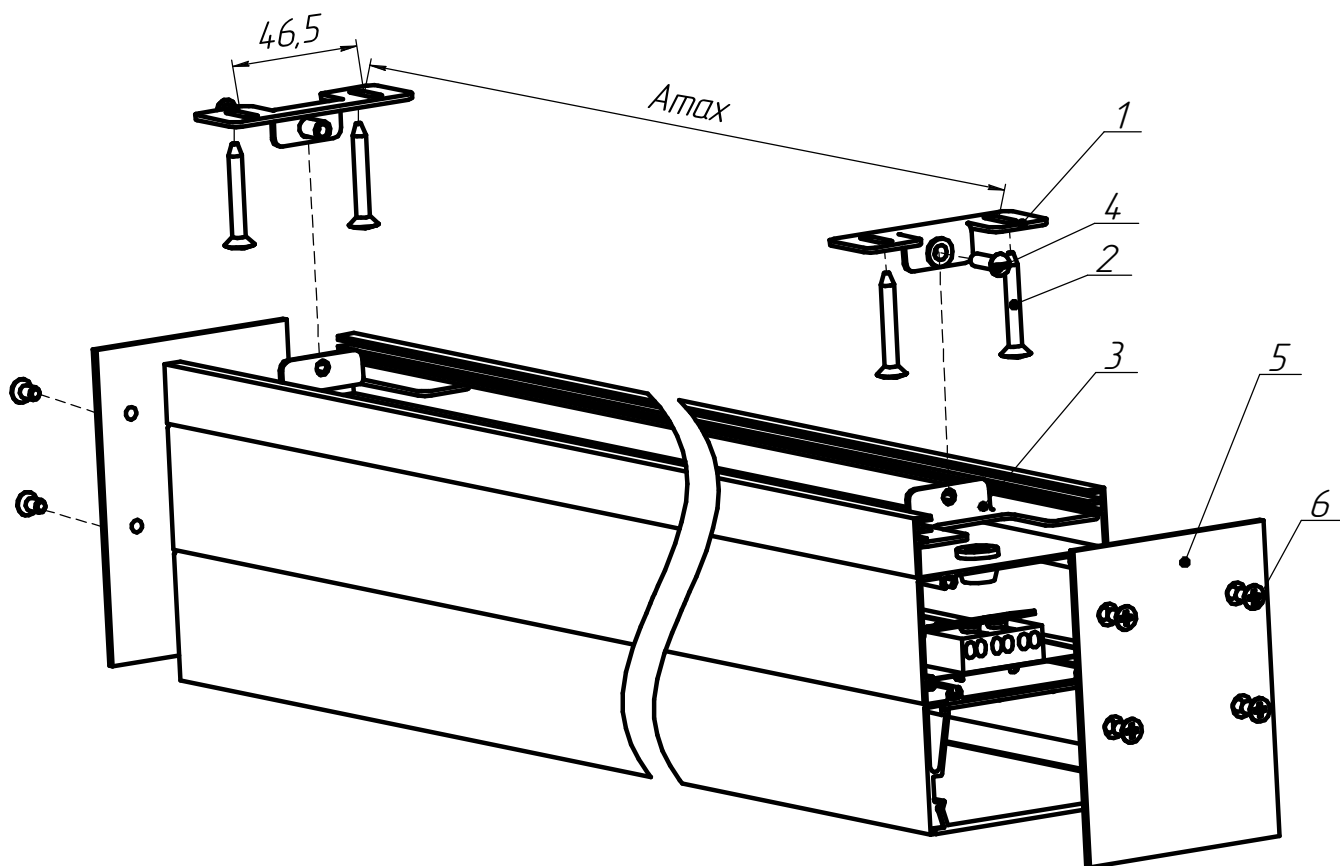

Рисунок 4 - Схема крепления светильников к потолку
5.5. **Установка светильника на потолок (см. рисунок 4):**